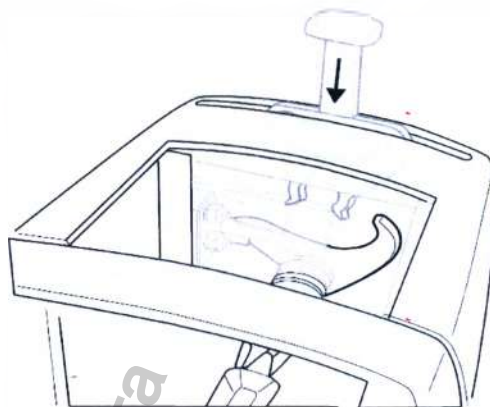

Рис.7.
9. Медленно вставляйте лезвие внутрь прямо по направлению к центру как показано на рис.7.